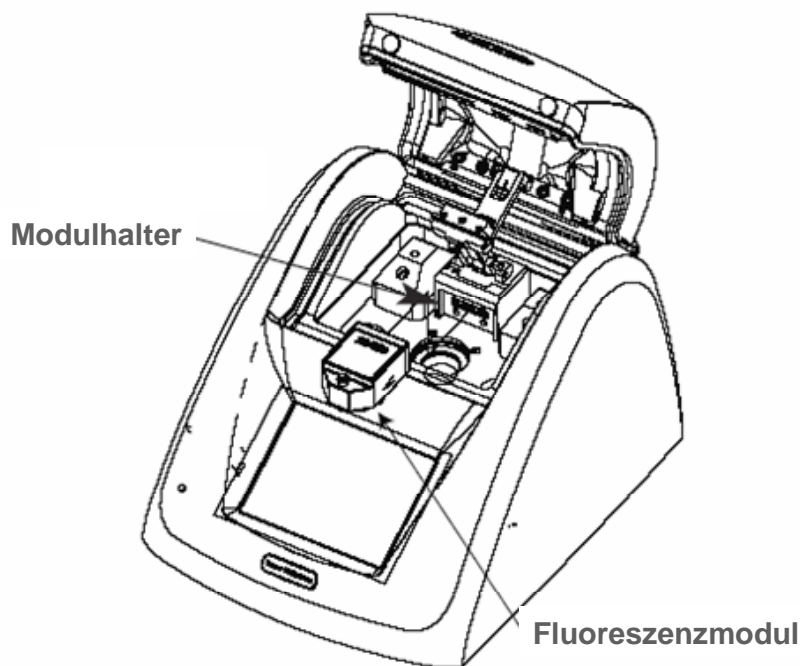

Abbildung 14: Ausrichten des Fluoreszenzmoduls mit dem Modulhalter
2. Richten Sie die Metallstifte des Fluoreszenzmoduls mit dem Modulhalter im Luminometer aus (Abb. 14).